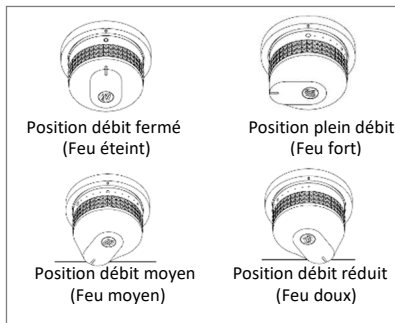

Figure 2 : Réglage de la manette de commande
6. Régler ensuite à volonté la hauteur de la flamme en tournant la ou les manettes de commande de plein débit (grand cercle) à débit réduit (petit cercle) (Voir figure 2)